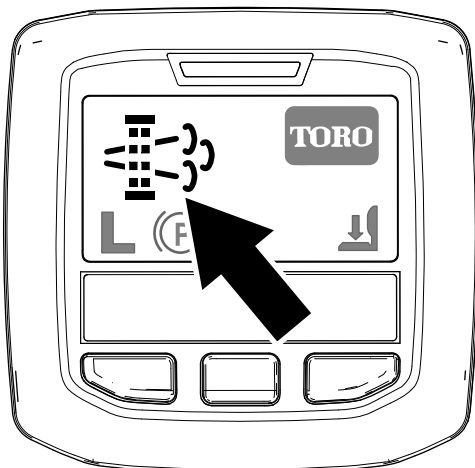

Рисунок 44
- Значок запроса регенерации с парковкой отображается на дисплее инфо-центра (Рисунок 44).